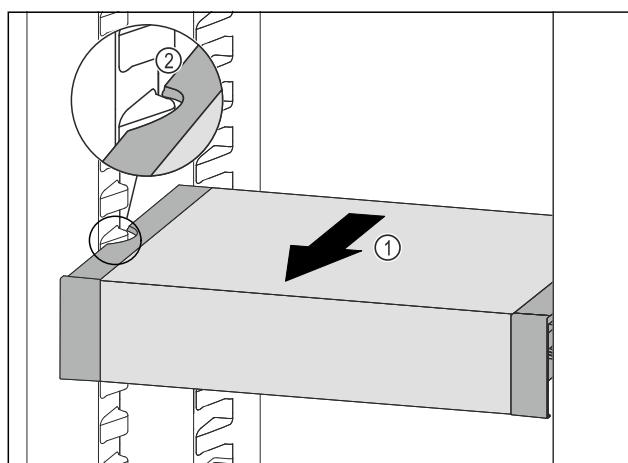

Fig. 96
- ▶ VarioSafe ľahajte dopredu Fig. 96 (1), kým sa bočné vybrania VarioSafe nebudú nachádzať vo výške rebra nádoby v chladničke. Fig. 96 (2)